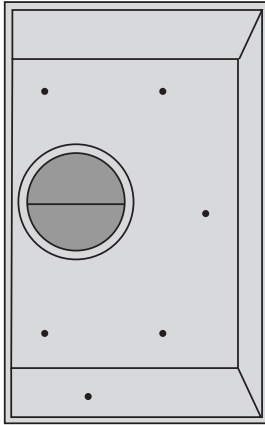

Figure 6
- Pour renforcer la structure, vissez les vis dans les trous prépercés sur le contour et le dessus de la hotte. (Voir les figures 6 et 7.)